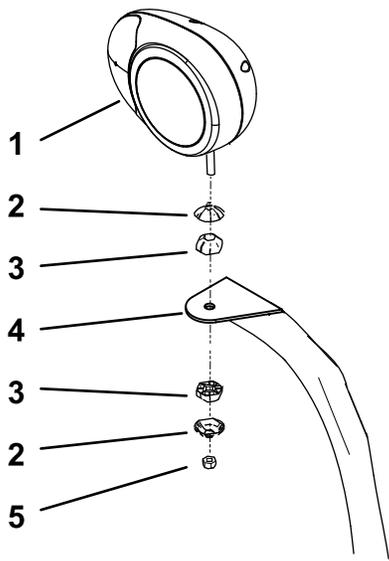

**Figura 2**
3. Utilice 5 pernos de cabeza hexagonal ( $\frac{3}{8}$ " x  $\frac{3}{4}$ " ) y 5 tuercas con arandela prensada ( $\frac{3}{8}$ " ) para sujetar el soporte del faro izquierdo al soporte de suelo izquierdo (Figura 2).
4. Utilice 4 pernos de cabeza hexagonal ( $\frac{3}{8}$ " x  $\frac{3}{4}$ " ) y 4 tuercas con arandela prensada ( $\frac{3}{8}$ " ) para sujetar el soporte del faro derecho al soporte de suelo derecho (Figura 2).